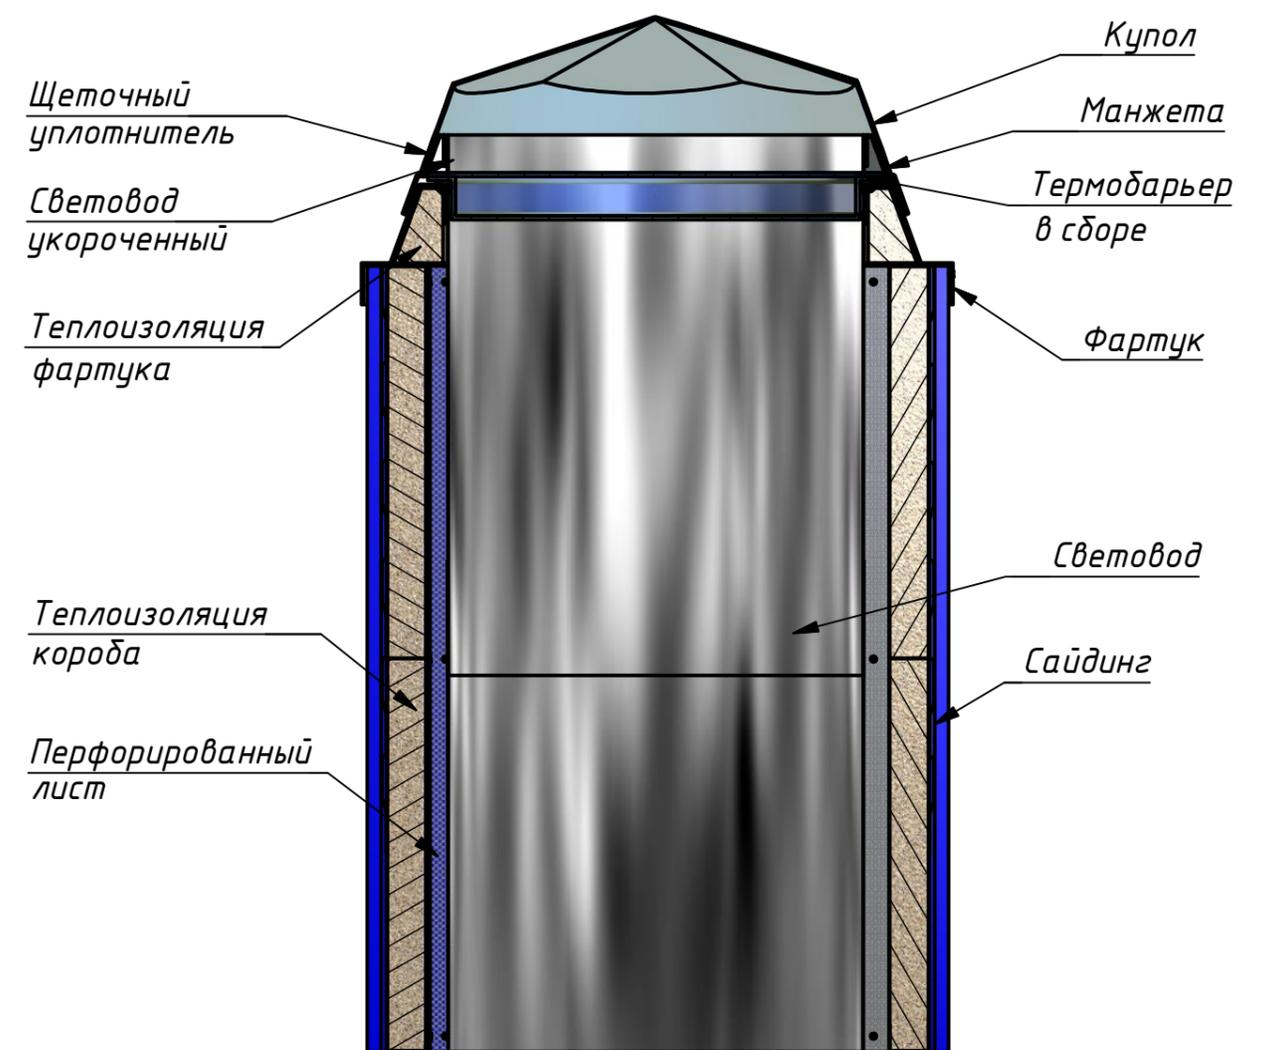

Рис. 36
6. На рис. 36 приведен разрез полученной конструкции